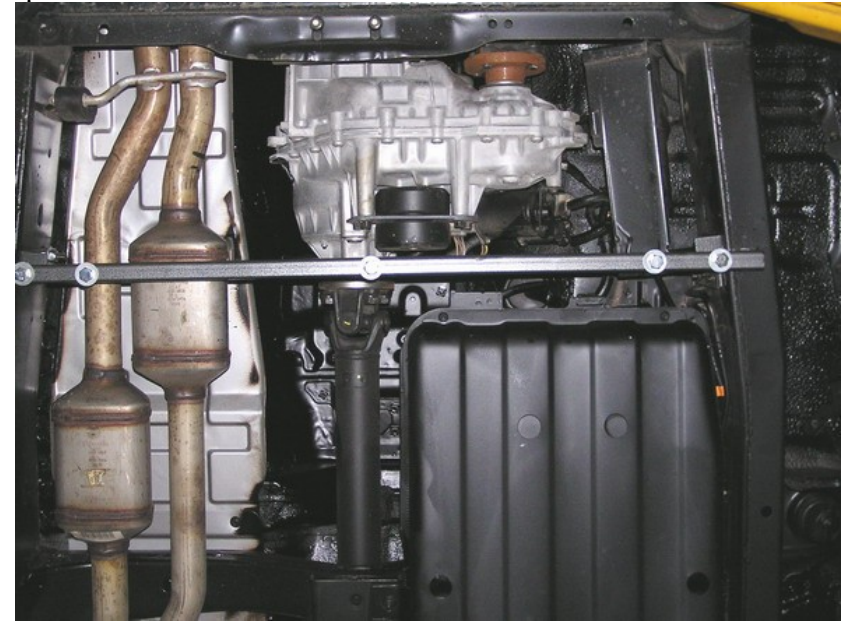

Рис.7
3. Установить поперечную балку (рис. 7) закрепив ее на кронштейнах болтами (поз. 15).